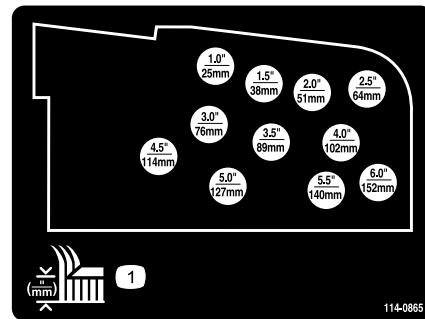

Figura 26
- 6. Monte las cadenas de altura de corte en el taladro de altura de corte deseado (Figura 26) con el pasador de horquilla y una chaveta.